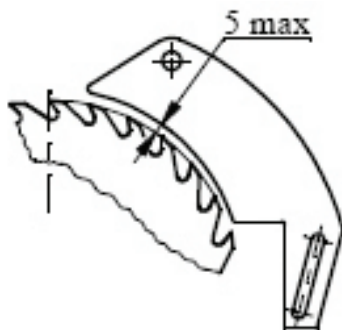

рис. 6
- выставить зазор между раскливающим ножом и зубьями пильного диска. Зазор должен быть не более 5 мм (рис. 6). Это достигается перемещением раскливающего ножа по наклонному пазу.